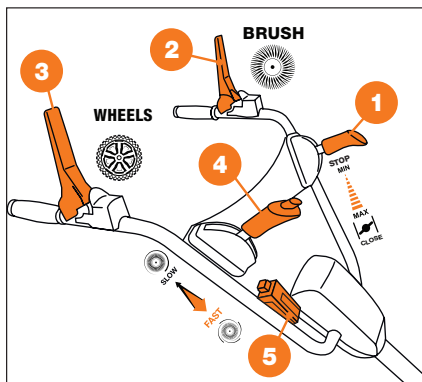

Рис. 19
- Установите рычаг регулировки оборотов двигателя **1** в крайнее положение, т.е. до упора вперед. В этом положении воздушная заслонка будет переведена в положение «ЗАКРЫТО» для запуска холодного двигателя (Рис. 19).
- Запустите двигатель, используя электрический стартер, нажав кнопку запуска электростартера **5**. Не удерживайте кнопку электрозапуска более 5 секунд (Рис. 19).
- Выберите оптимальную для работы скорость вращения шетки **4** (Рис.19). Опустите рычаг привода щетки **2** для начала работы (Рис.19) Нажмите рычаг привода движения **3** (Рис. 19). Колеса приведены в движение, щетка вращается. Для остановки вращения щетки и остановки движения отпустите рычаги.
Остановка двигателя: Передвиньте рычаг регулировки оборотов двигателя **1** в положение STOP (Рис. 19). Двигатель будет остановлен.